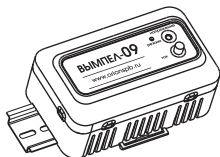

Рис. 4
2. Наденьте прибор на DIN рейку. Рис. 4.